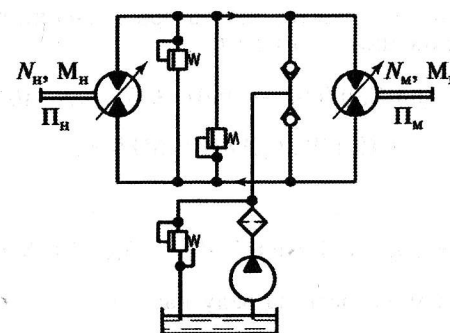

Рис. 7.3
**Задача 7.22.** Для объемной гидропередачи технологической машины, гидравлическая схема которой изображена на рис. 7.3, необходимо выбрать насос и гидромотор, если нагрузочный момент на валу  $M_g = 5700 \text{ Н} \cdot \text{м}$ , а скорость вращения должна изменяться в пределах  $10 \dots 80 \text{ мин}^{-1}$ .